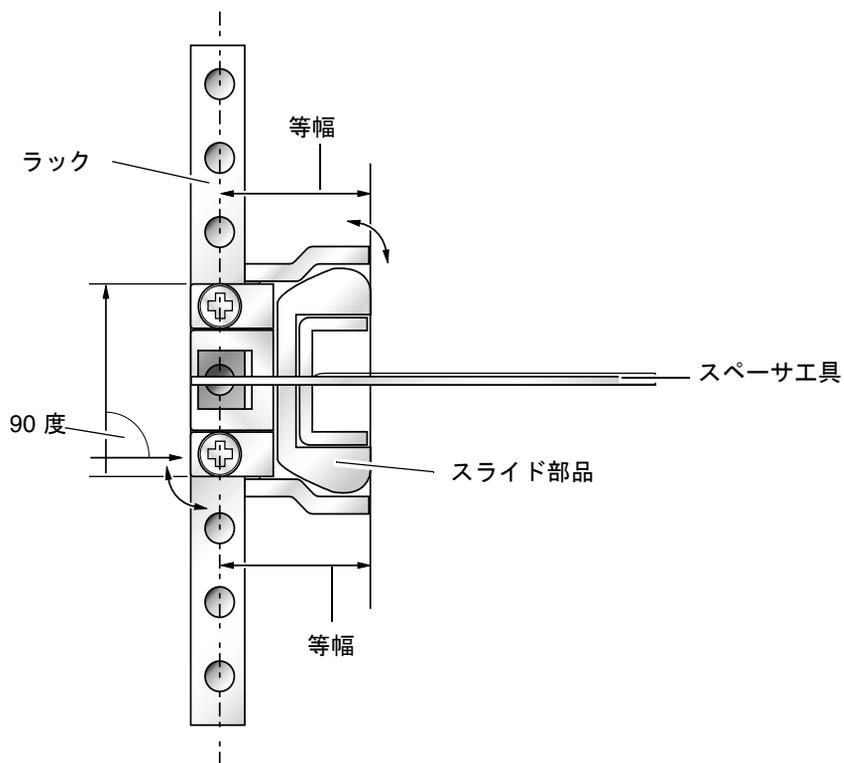

図 2-6 スライド部品の垂直な配置
6. 図 2-6 に示すように、スライド部品が垂直に配置されていることを確認します。